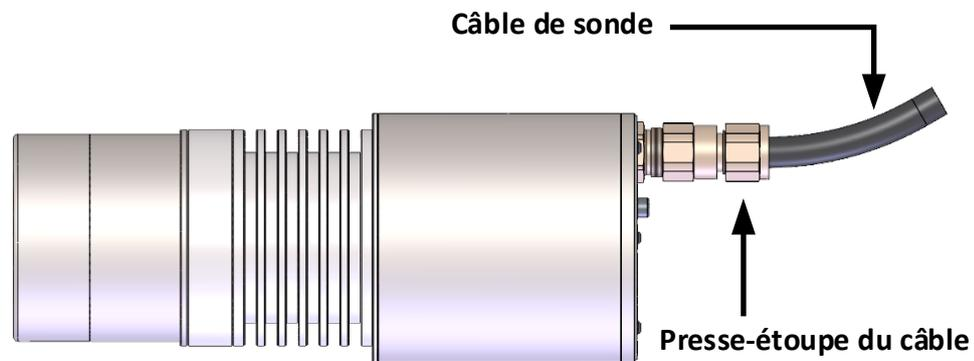

Figure 3 : Presse-étoupe de la sonde
- Lors de l'installation du câble, l'utilisateur fournira un dispositif de décharge de traction pour protéger le presse-étoupe (Figure 3). Le câble doit maintenir un rayon de courbure minimum de 90 mm. Toute courbure du câble doit commencer à un minimum de 25 mm du presse-étoupe.